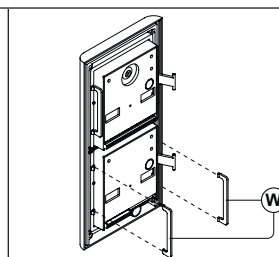

Fig. 7
Insérez les butées anti-effraction (W) comme indiqué dans **Fig. 7**.